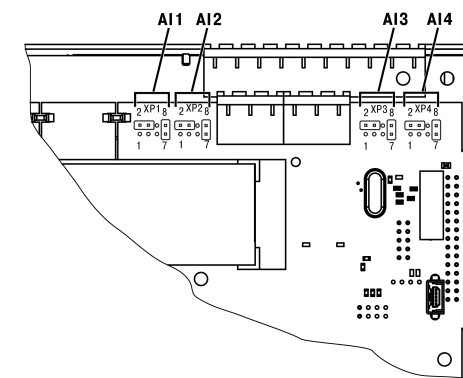

**Рисунок 7.2 – Отделение верхней крышки и клавиатуры**
4. Снять крышку (см. рисунок 7.2, стрелка 1). Убрать клавиатуру (стрелка 2).